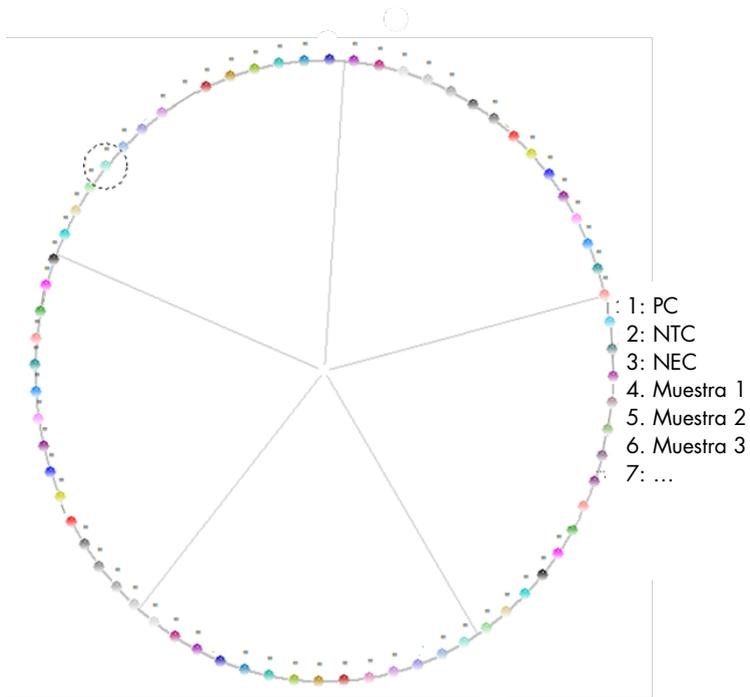

Figura 2. Ejemplo de la distribución de los tubos de la plataforma RGQ MDx 5plex HRM
9. Añada 15 µl de la mezcla de reacción preparada en el paso 4 a los tubos dedicados a las muestras y los controles (la figura 2 se proporciona como ejemplo). Mezcle los componentes pipeteando hacia arriba y hacia abajo 5 veces, luego cierre las tapas de los tubos de PCR, excepto el reservado como SARS-CoV-2-UM Positive Control.
12. Coloque los tubos en el termociclador en tiempo real (en la figura 2 se representa un ejemplo de la disposición del tubo) e inicie el programa de ciclado como se describe en la tabla 3.